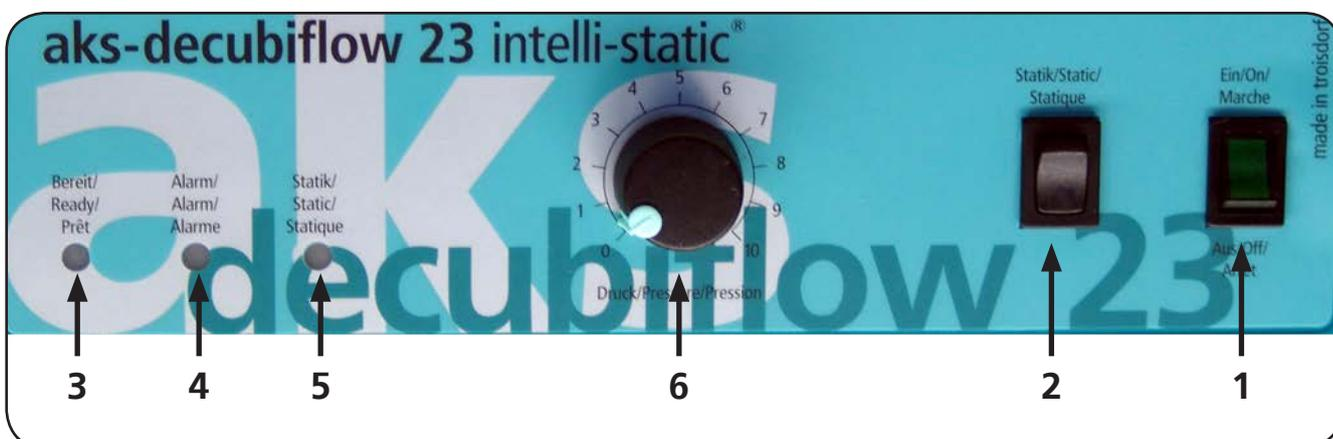
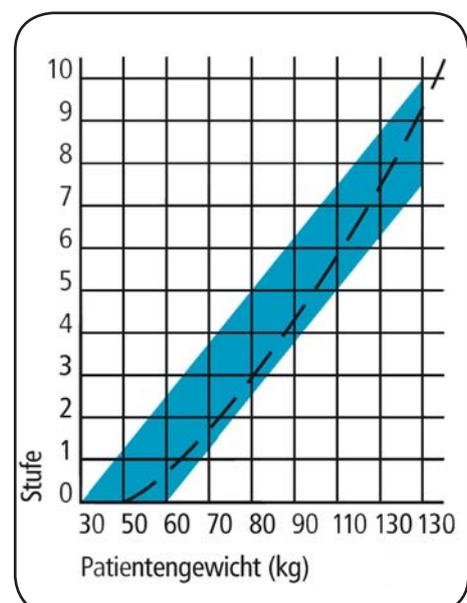

Abbildung 08
Abbildung 13
Über einen Druckregler am Aggregat (siehe Abbildung 08) wird der Druck im Verhältnis zum Patientengewicht nach dem Diagramm, das sowohl in dieser Gebrauchsanweisung (siehe Abbildung 13) als auch auf der Kurzanleitung am Aggregat abgebildet ist, in Stufen als Richtwert eingestellt. Die Pumpe füllt die Wechseldruckmatratze mit Luft und der elektronische Drucksensor misst und überwacht permanent den Druck im System. Erreicht der Systemdruck den eingestellten Druck, wird die Pumpe automatisch ausgeschaltet.
Das aks-decubiflow 23 / 23 A-System kann zusätzlich über den Betriebswahltaster „Statik“ (siehe Abbildung 08) von dem Betriebsmodus „Wechseldruck“ in den Betriebsmodus „Statik“ umgeschaltet werden. Dadurch werden beide Lufterkammerkreise gleichzeitig befüllt.
Das Aggregat ist mit der Alarmfunktion „Leckagen-Alarm“ ausgestattet, die bei einem Druckverlust im System ein optisches und akustisches Alarmsignal auslöst. Dabei wird der Druckverlust durch das Aufleuchten der roten LED „Alarm“ (siehe Abbildung 08) und dem Ertönen eines akustischen Alarmsignals am Aggregat signalisiert.
1. Schalten Sie das Aggregat mit dem Netzschalter ein (siehe Abbildung 08). Die Betriebskontrollleuchte im Netzschalter leuchtet grün auf. Gleichzeitig leuchtet die rote LED „Alarm“.
2. Drehen Sie den Druckregler (siehe Abbildung 08) auf den Skalenwert 10, damit sich der Betriebsdruck in der Wechseldruckmatratze aufbauen kann. Der Zeitraum der Aufpumpphase bis zum betriebsbereiten Zustand ist von der gewählten Druckeinstellung abhängig und kann bei völlig entleerter Wechseldruckmatratze bis ca. 45 Minuten dauern.
3. Hat die Wechseldruckmatratze ihren Betriebsdruck erreicht, leuchtet die grüne LED „Bereit“ auf und die rote LED „Alarm“ erlischt (siehe Abbildung 08).
8. Anschließend stellen Sie die Leistungsstufe ein. Die optimale Leistungsstufe hängt von mehreren Faktoren ab. Hierzu gehören in erster Linie das Patientengewicht und die Auflagefläche des Patienten. Für die Einstellung kann Ihnen das Diagramm (siehe Abbildung 13) einen ersten Anhaltswert liefern. Dieser Wert dient nur als Richtwert zur groben Druckeinstellung und gibt keine genaue Angabe für das Einsinkverhalten des Körpers.
Drücken Sie dazu den Wipptaster (siehe Abbildung 08; Nr. 2) nach oben in Richtung der Beschriftung „Statik“.
Die grüne LED „Bereit“ leuchtet weiterhin und die gelbe LED „Statik“ blinkt bis das System den Statikmodus vollständig erreicht hat. Dann leuchtet die gelbe LED „Statik“ dauerhaft (siehe Abbildung 08).